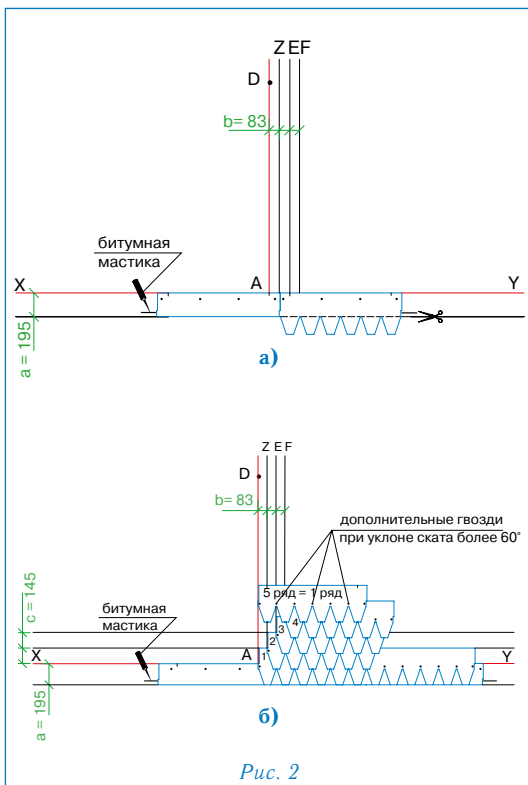

Рис. 2
Укладка материала (рис. 2)
- Начальный ряд формируется из листов черепицы КАСТЕЛЛО с обрезанными лепестками. Полученные таким образом полосы шириной 19,5 см укладываются по линии карниза в обе стороны от линии Z (рис. 2а) и фиксируются по нижнему краю битумной мастикой, а по верхней кромке 4 гвоздями (ось гвоздей на 5 см ниже верхнего края полосы);
- далее первый ряд черепицы укладывается от линии AD (рис. 2б);
- второй ряд укладывается от линии Z (со смещением 8,3 см от AD) (рис. 2б);
Каждый лист гибкой черепицы КАСТЕЛЛО крепится 4 гвоздями таким образом, чтобы гвоздь прошивал и верхний край нижележащего листа черепицы (рис. 2б).
При укладке черепицы на скатах при уклоне больше 60° лист должен крепиться 7 гвоздями (рис. 2б).